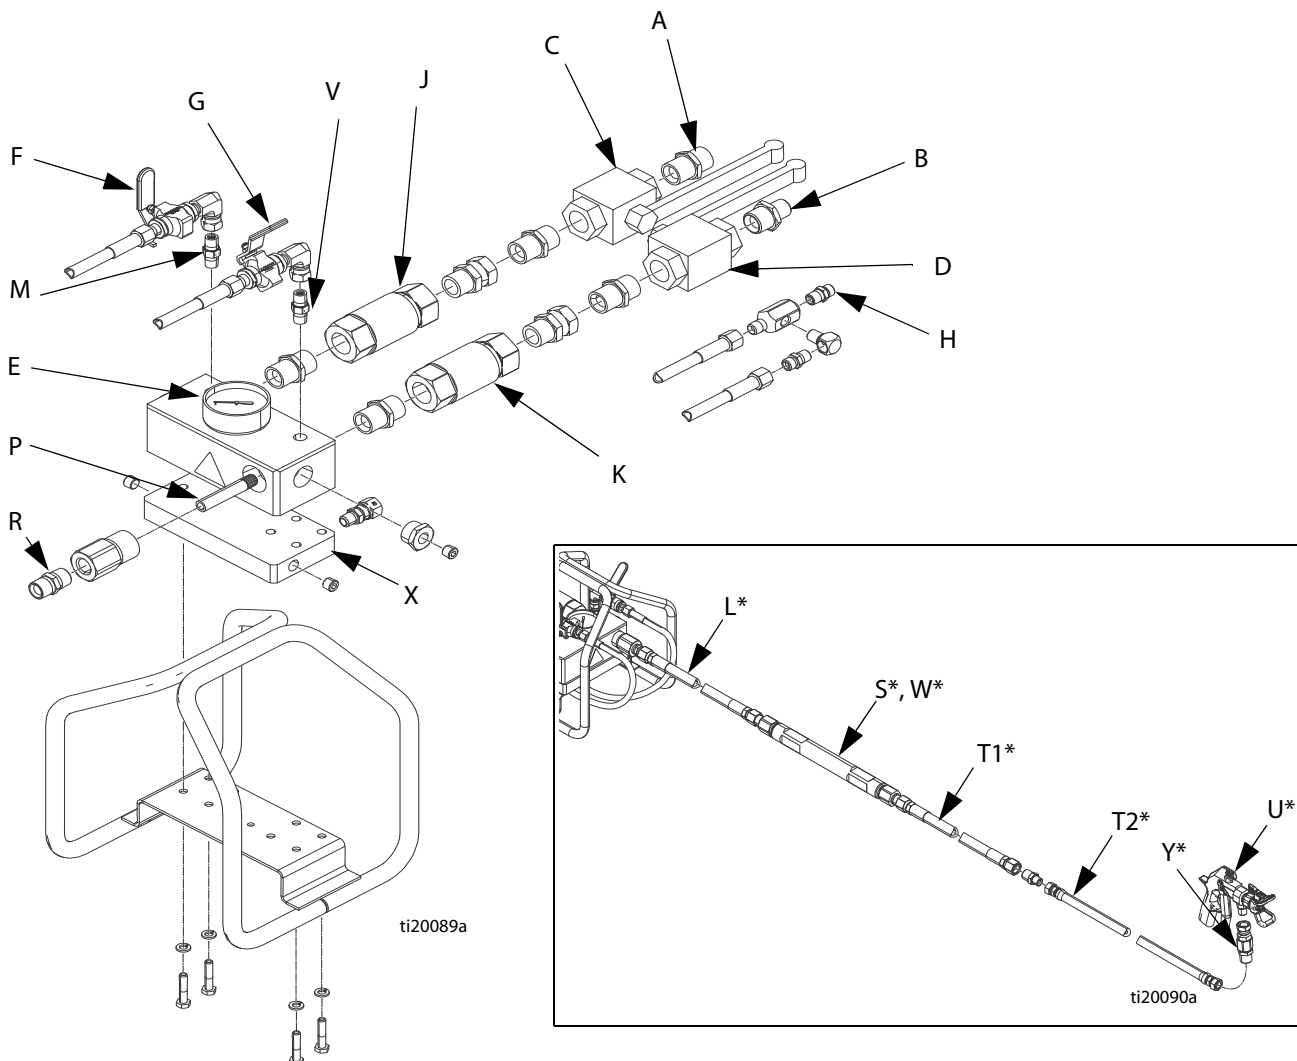

РИС. 1. Стандартная установка
Для настройки (см. рис. 1 на стр. 6) выполняйте приведенные ниже рекомендации.
См. рис. 1, стр. 6. Впускные отверстия для жидкостей А и В оборудованы обратными клапанами 3/4 дюйма, шаровыми клапанами и фитингами 3/4 дюйма х 3/4 дюйма npt и фитингом 3/4 дюйма х 1/2 дюйма. Подключите шланги подачи жидкости 3/4 дюйма и 1/2 дюйма prsm(f) с помощью двух ниппелей с переходниками.
См. рис. 1, стр. 6. Подключите линию подачи растворителя от насоса для растворителя к впускному клапану для подачи растворителя (H) 1/4 npt(m). Используйте заземленный, разрешенный к применению компанией Graco шланг, совместимый с максимальным рабочим давлением жидкости в насосе для растворителя. Выбранный растворитель должен быть химически совместим с материалом внутренней оболочки шланга.
См. рис. 1, стр. 6. Подключите интеграторный шланг (L) с внутренним диаметром 12 мм и длиной 0,6 м (минимум) к выпускному отверстию для жидкости в смесительном коллекторе (R). Затем подключите статический смеситель (S) и смесительный шланг (T1) к интеграторному шлангу (L) 1/2 npt(f). Затем подключите оплетенный шланг подачи жидкости (T2) к смесительному шлангу, а пистолет – к оплетенному шлангу.
См. рис. 1, стр. 6. Коллектор XM PFP оборудован алюминиевой пластиной толщиной 2,54 см с латунным компрессионным фитингом для полиамидного шланга с внешним диаметром 1/2 дюйма и внутренним диаметром 3/8 дюйма. Пластина используется для циркуляции нагретой смеси воды и гликоля для нагревания коллектора.